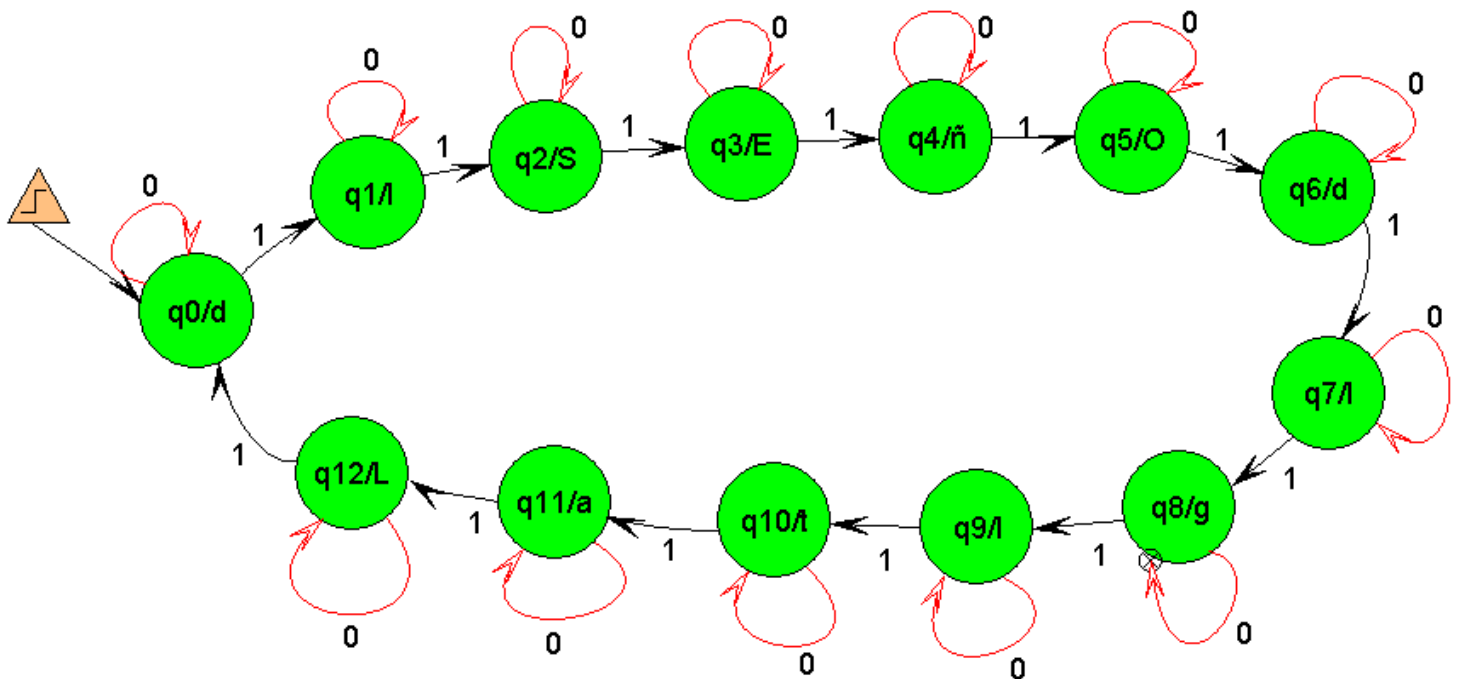

Ilustración 3 Autómata del contador.
**1C.** Aplicar la metodología para diseño de circuitos secuenciales y obtener las ecuaciones usando FF-D y FF-JK que permitan implementar el diseño de un contador que **debe mostrar el nombre de un integrante del equipo**. Este nombre debe tener más de 8 letras y menos de 16 letras. Por ejemplo, si se quiere mostrar el mensaje “dISEÑO dIgItAL” en un display de siete segmentos, se diseña el autómata mostrado en la ilustración 3.
Para diseñar el autómata de la ilustración 3 se pueden considerar los códigos mostrados en la tabla 4.